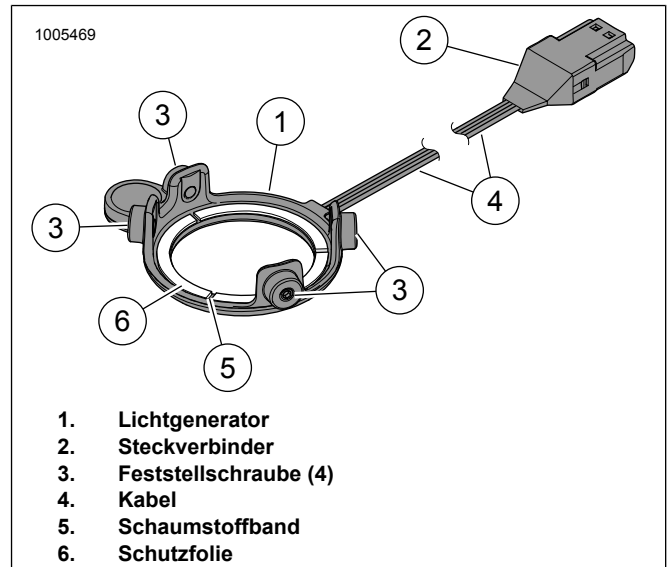

Abbildung 5. LED-Beleuchtung, Runde Stage I-Lautsprecher
3. Siehe Abbildung 5. Die Schutzfolie (6) vom Schaumstoffklebeband (5) auf der Rückseite des Lichtgenerators (1) abziehen.